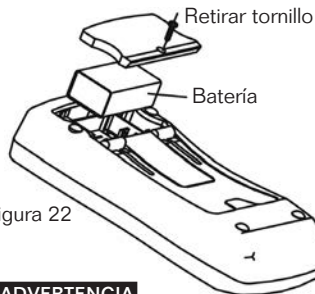

figura 22
C. Cómo reemplazar la batería (ver figura 22)